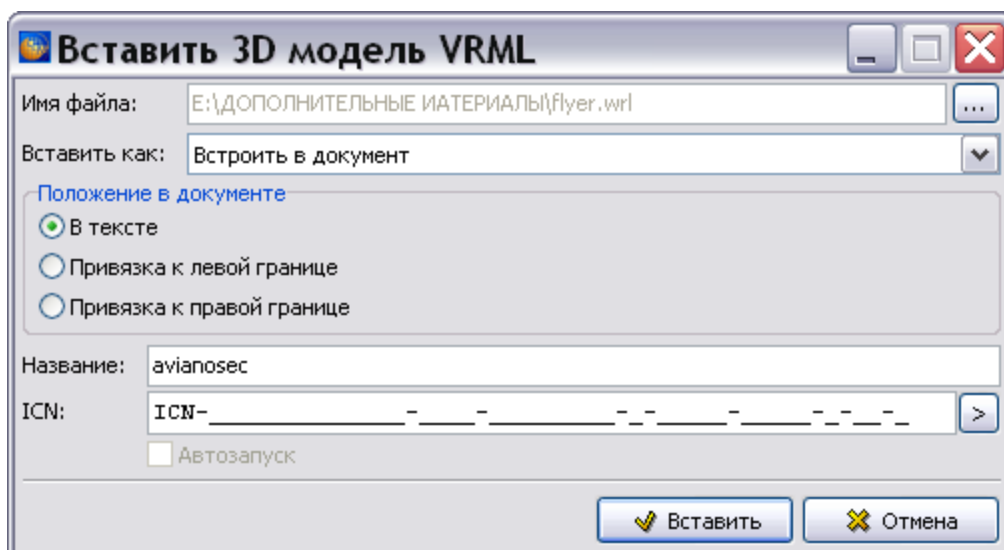

Рис. 5.195
5. Выберите нужный файл и нажмите на кнопку **Открыть**. После этого появится окно **Вставить 3D модель VRML** (Рис. 5.195).